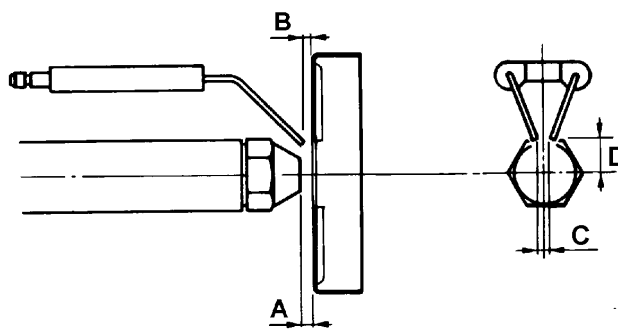

Fig. 20
- Control de electrodos de encendido y relativos aislantes en cerámica, limpieza, eventual ajuste y, si fuera necesario, sustitución (véanse Fig. 20).
⚠ Antes de proceder al desmontaje de la boquilla, relevar la cuota A real (ver Fig. 20) y anotarla en el recuadro de abajo.
| Cuota A regulada de fábrica (Fig. 20) mm: | 60° | 4 |